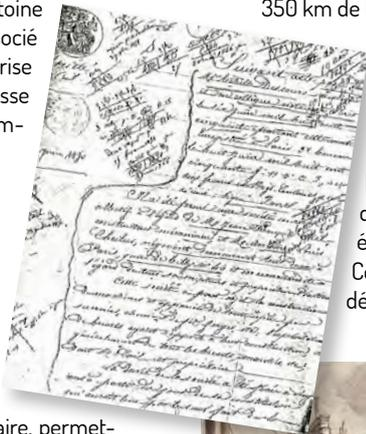

Fig. 28 - Vue de l'usine Cail & Cie, Aspect de la grande salle des machines après l'incendie de 1885 - gravure, 1865
- En 1865, un incendie dans la nuit du 15 au 16 décembre détruit l'atelier du quai de Billy (Fig.28). Le site est abandonné et l'ensemble des installations regroupé à l'usine de Grenelle qui doit s'étendre. Les terrains de Chaillot sont alors utilisés pour réaliser des opérations immobilières.